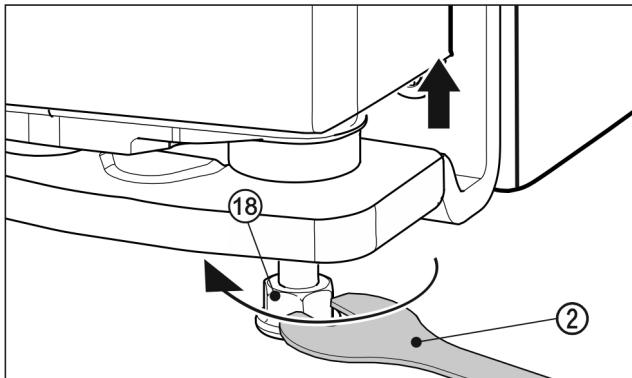

Fig. 26
- ▶ Për ta ngritur derën, lironi këmbën me rregullim Fig. 26 (18) duke e rrrotulluar djathtas me anë të çelësit pirun Fig. 26 (2) të ofruar derisa të prekë dyshemenë. Pas kësaj rrrotullojeni derisa dera të zhvendoset në lartësinë e duhur. Në gjendjen e dërgimit, bulonat janë plotësisht të mbledhur.